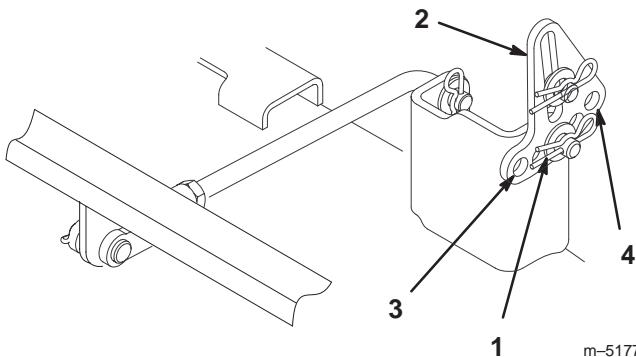

Bild 40
7. Entfernen Sie den Splint und die Scheibe von der Nivellierhalterung (Bild 40). Bringen Sie zum Nivellieren der(s) Schnittmesser(s) die Nivellierhalterung(en) in einem anderen Loch an und setzen Sie die Scheibe und den Splint wieder ein. (Bild 40). Durch ein vorderes Loch wird die Schnittmesserhöhe gesenkt und durch ein hinteres Loch angehoben. Stellen Sie beide Seiten bei Bedarf ein.